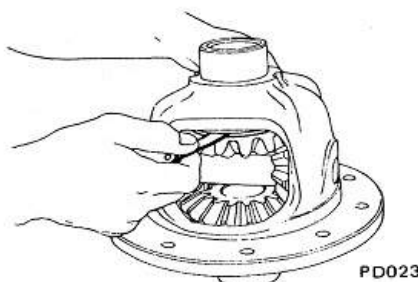

Fig. PD-49 Mesure de l'écartement
3. Régler le jeu de denture des satellites et des planétaires en sélectionnant les rondelles de butée. Voir figure PD-49.